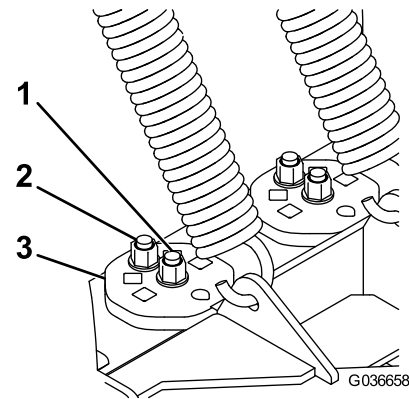

Bild 28
- Entfernen Sie an den Nocken die Schraube im rechteckigen Loch und lockern die Schraube in der Mitte (Bild 28).